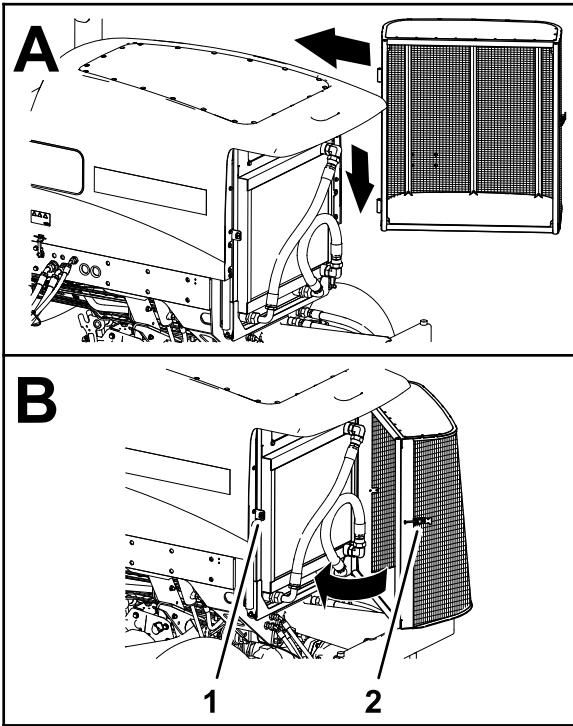

Рисунок 158
8. Установите решетку на оси петель (Рисунок 158).